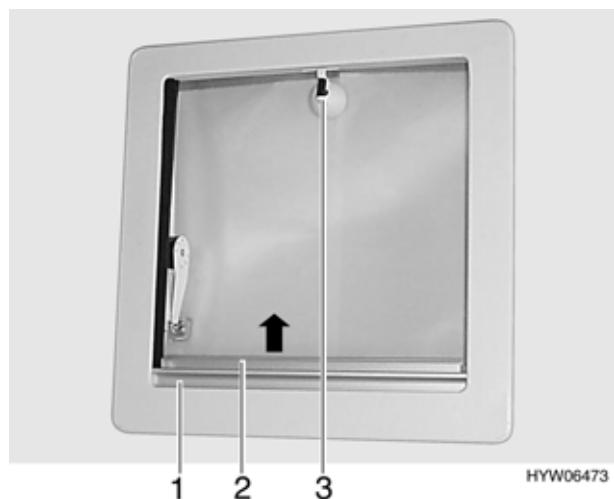

Bild 66 Kipp-Dachlüfter
- Zum Ausstellen den Hebel (Bild 66,3) eine viertel Umdrehung entgegen dem Uhrzeigersinn drehen und Kipp-Dachlüfter am Hebel nach oben drücken.
- Hebel (Bild 66,3) eine viertel Umdrehung im Uhrzeigersinn drehen.
- Faltverdunklung (Bild 66,1) in Pfeilrichtung ziehen und an gewünschter Position loslassen. Die Faltverdunklung bleibt in dieser Position stehen.
- Insektschutzrollo (Bild 66,2) in Pfeilrichtung ziehen, bis es an der Verriegelung an der gegenüberliegenden Seite einrastet.